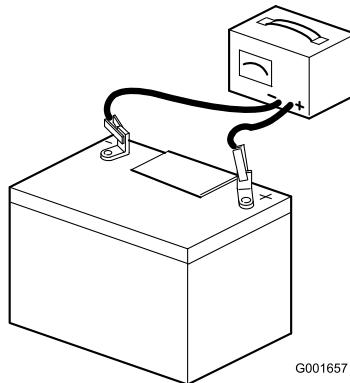

Figura 6
7. Conecte un cargador de batería de 3 a 4 amperios a los bornes de la batería (Figura 6). Cargue la batería a un ritmo de 3 a 4 amperios durante 4-8 horas.